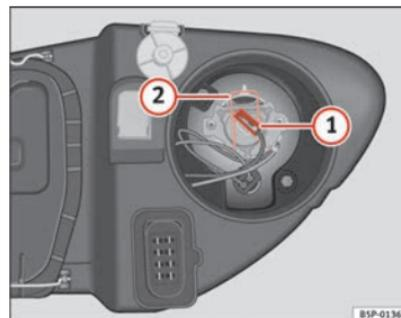

Fig. 191 Máximos
- Retirar o conector ⇒ fig. 191 ② da lâmpada.
- Prima a mola de fixação ⇒ fig. 191 ③ pressionando-a para dentro e para a direita.